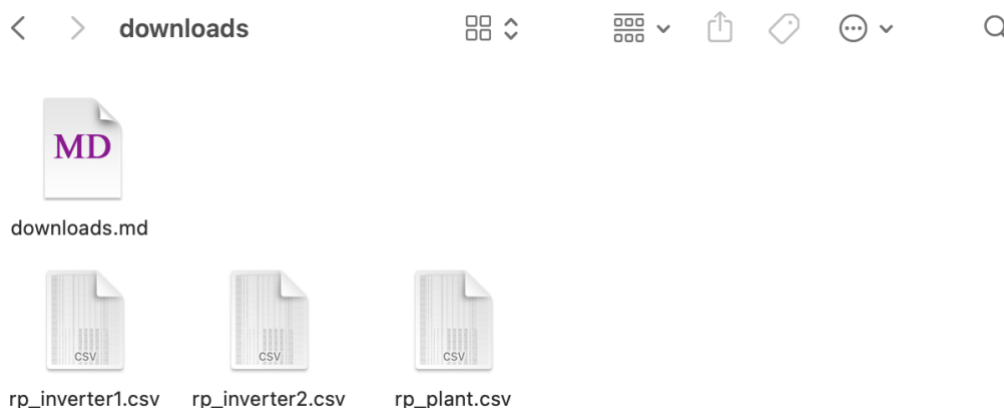

Figura 3.11. Descargas en la carpeta `eno_solar/downloads` del tab *Recurso-Potencia*.
- Se generan archivos según la arquitectura de la planta fotovoltaica (i.e., por subarreglos, por inversores y para la planta completa) y se alojan en la carpeta `eno_solar/downloads`. Por ejemplo, observe en la Figura 3.11 tres archivos:
- El nombre de los archivos .CSV siguen un orden numérico de descarga según el orden alfabético de carga de los archivos de configuración. Es decir, en archivo denominado `rp_inverter1.csv` en la Figura 3.11 corresponde al Inversor 1 (26.1 kWp) y el archivo `rp_inverter2.csv` corresponde al Inversor 2, dado que alfabéticamente el orden de carga es: `system_config_Ejemplo3_Inv1.json`, seguido de `system_config_Ejemplo3_Inv2.json`.